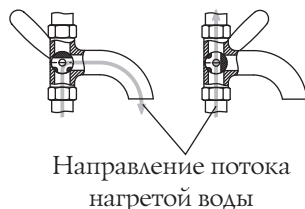

Рисунок 11. Схема работы трехходового крана.
При необходимости получения горячей воды за более короткий срок, допускается производить разбор воды до ее попадания в бак. Для этого необходимо присоединить трехходовой кран (7) к трубе горячей линии, между верхним штуцером теплообменника и выносным баком в удобном для вас месте (рисунок 11).